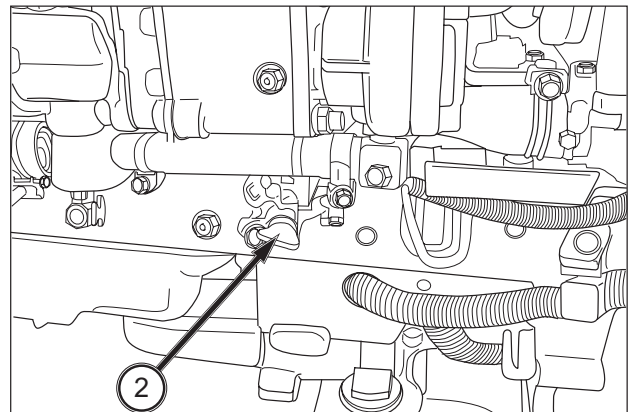

ABB. 133
**ABB. 133:** Mithilfe des Ablassshahns (2) kann Kühlmittel aus dem Zylinderblock und Kühler abgelassen werden. Der Ablassshahn befindet sich rechts am Motor. Durch Rost oder Schlämme verunreinigtes Kühlmittel sollte gewechselt werden. Durch das Lösen des Kühlerdeckels kann das Kühlmittel leichter abgelassen werden.